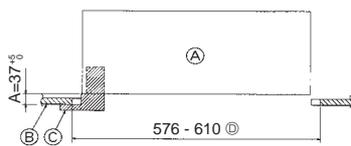

Fig. 6-2
②	Schraube mit unverlierbarer Unterlegscheibe	4	M5 × 0,8 × 28 (mm)
③	Lehre	1
④	Verbindungskabel für Signalempfänger	1	Bei Ausrüstung mit Signalempfänger im Lieferumfang enthalten.
⑤	Verbindungskabel für den i-See-Sensor	1	Bei Ausrüstung mit i-See-Sensor im Lieferumfang enthalten.
⑥	Kabelbinder	2	Bei Ausrüstung mit Signalempfänger im Lieferumfang enthalten.
⑦	Kabelbinder	2	Bei Ausrüstung mit i-See-Sensor im Lieferumfang enthalten.
⑧	Kabellose Fernbedienung	1	Im Lieferumfang enthalten, wenn die drahtlose Fernbedienung vorhanden ist.
⑨	Fernbedienungshalter	1	Im Lieferumfang enthalten, wenn die drahtlose Fernbedienung vorhanden ist.
⑩	LR6-AA-Batterien	2	Im Lieferumfang enthalten, wenn die drahtlose Fernbedienung vorhanden ist.
⑪	3,5 × 16 Gewindeschneidschrauben	2	Im Lieferumfang enthalten, wenn die drahtlose Fernbedienung vorhanden ist.
6.2. Vorbereitung zum Anbringen des Gitters (Fig. 6-2)